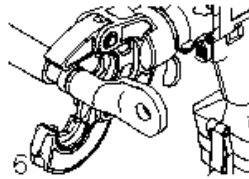

Bild 2
Zum Einlegen von Kabel und Kabelschuh kann der Klappkopf geöffnet werden (Bild 2). Hierfür muss der Verriegelungshaken (3) betätigt werden.